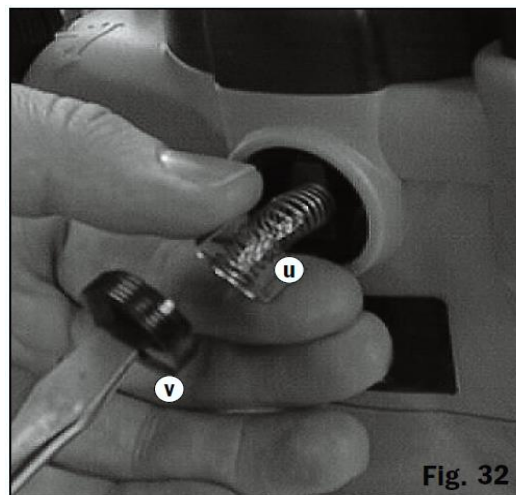

Fig. 32
2. Išimkite šepetėlius atsargiai traukiant už spyruoklės pav.(Fig.32)